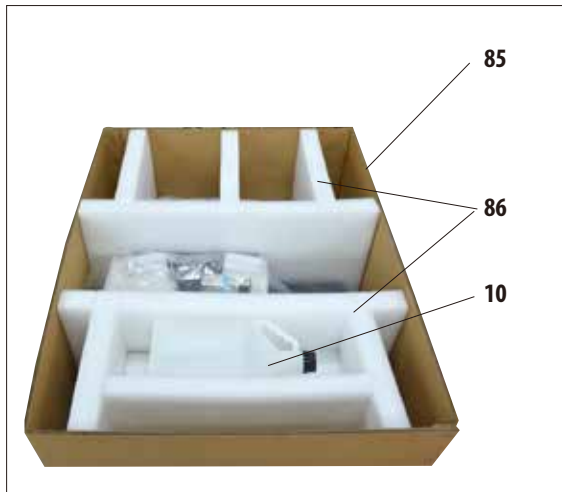

Fig. 6
- Estrarre prima il flacone aggiuntivo (10) dall'imballo.
- Estrarre i due elementi di fissaggio (86) dal materiale di protezione (fig. 6).
- A questo punto sarà possibile sfilare l'involucro esterno dell'imballo (85) verso l'alto dal bancale (87).